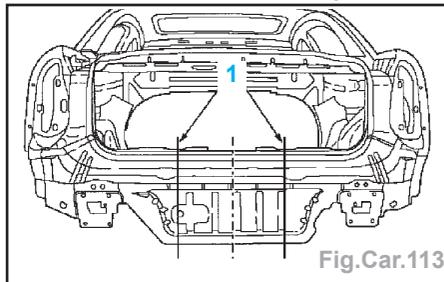

Fig.Car.113
- Remplacement partiel panneau arrière intérieur (côté endommagé) selon la grandeur de la pièce neuve (1) (Fig.Car.113).